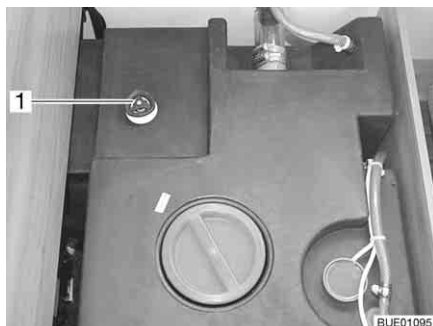

Bild 227 Wassertank mit Drehgriff
- Auf dem Wassertank den Drehgriff (Bild 227,1) entgegen dem Uhrzeigersinn über den Widerstand hinaus bis zum Anschlag drehen, um die Ablauföffnung vollständig zu öffnen.